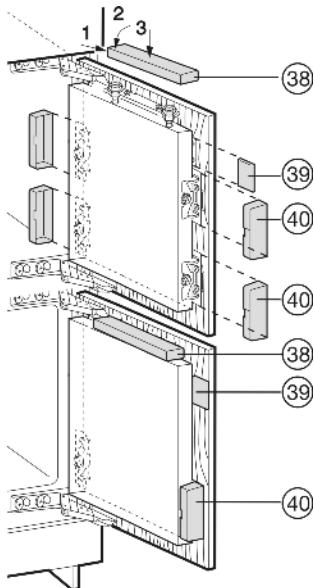

Fig. 26
- Установите и защелкните верхние крышки Fig. 26 (38).
- Установите боковые крышки Fig. 26 (39), надвиньте до упора и затем нажмите на них до защелкивания.
- Крышки Fig. 26 (40) надвиньте сбоку, затем отверткой отожмите вперед так, чтобы они защелкнулись.